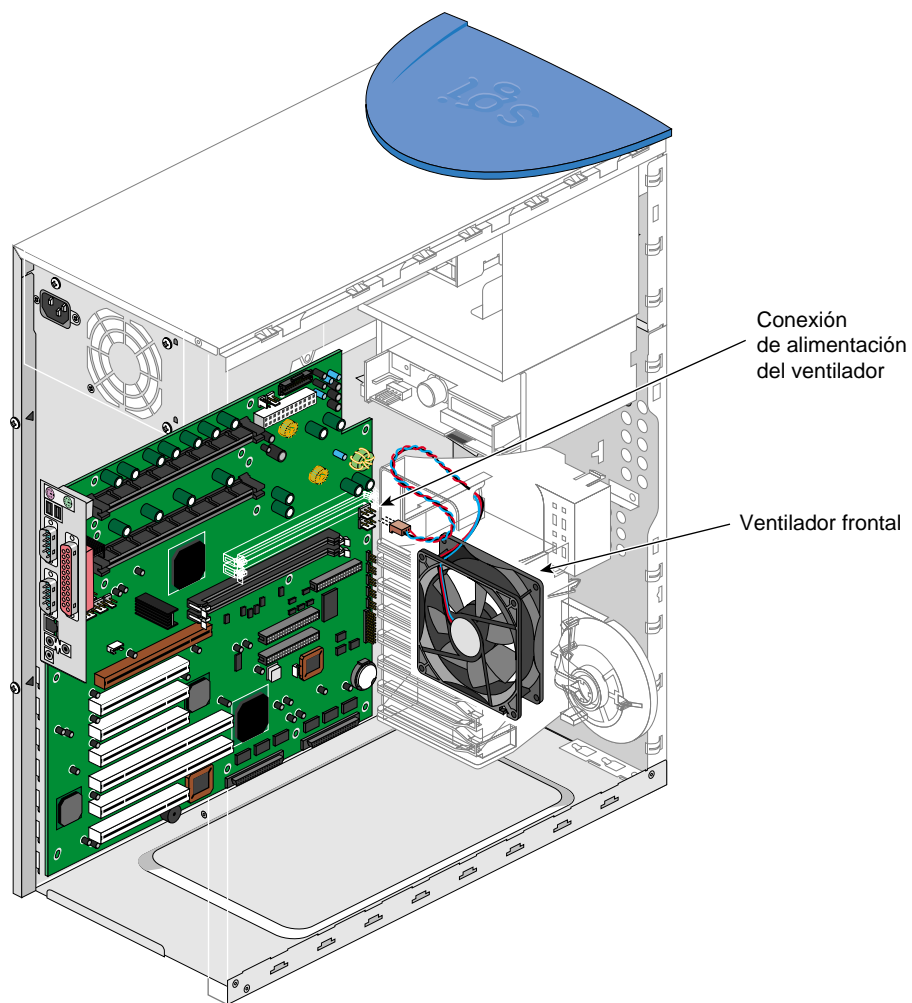

Figura 2-23 Conexión del cable del ventilador frontal
6. Conecte el cable del ventilador frontal. Consulte la posición de la conexión en la Figura 2-23.